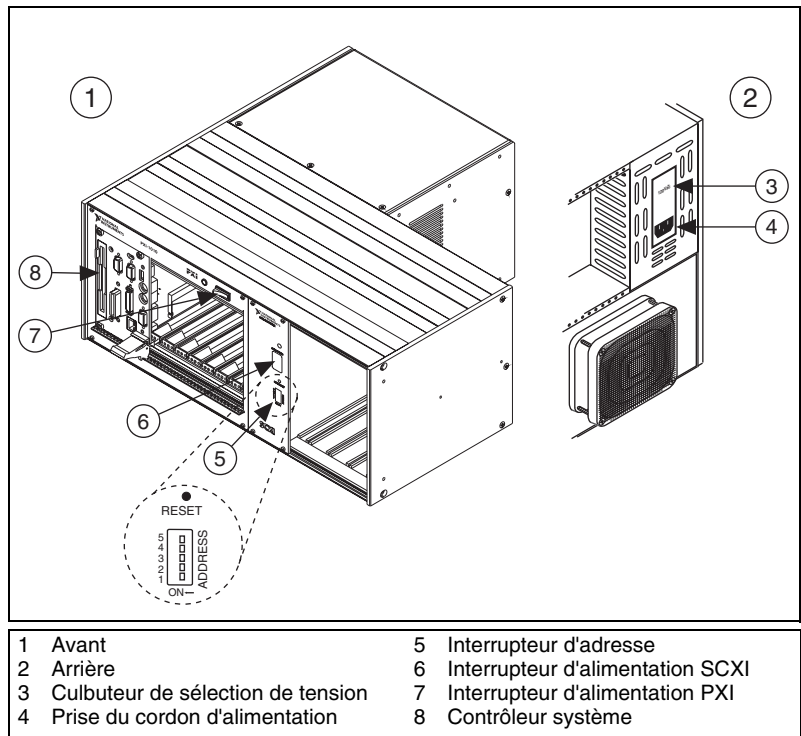

Figure 4. Configuration du châssis combiné PXI/SCXI
2. Configurez les interrupteurs d'adresse du châssis sur la position off. Sur la figure 4, tous les interrupteurs sont sur la position Off.